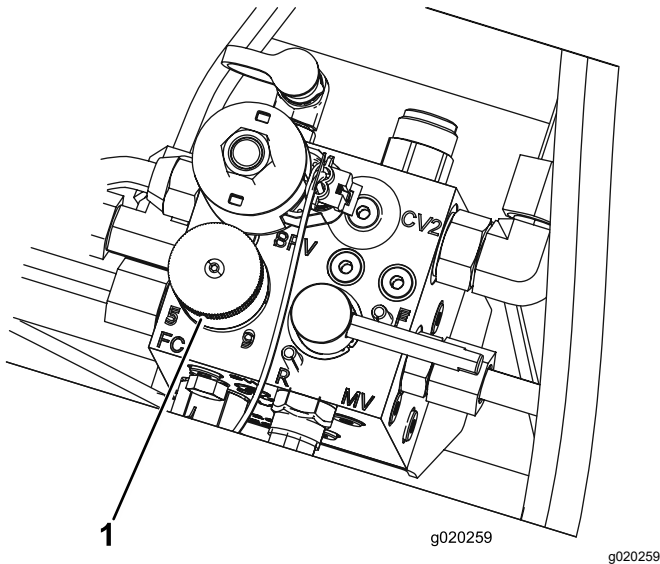

Bild 37
- Drehen Sie zum Einstellen der Spindeldrehzahl das Handrad (**Bild 37**), bis die Zeiger auf die Nummer zeigen, die der gewünschten Einstellung entspricht.